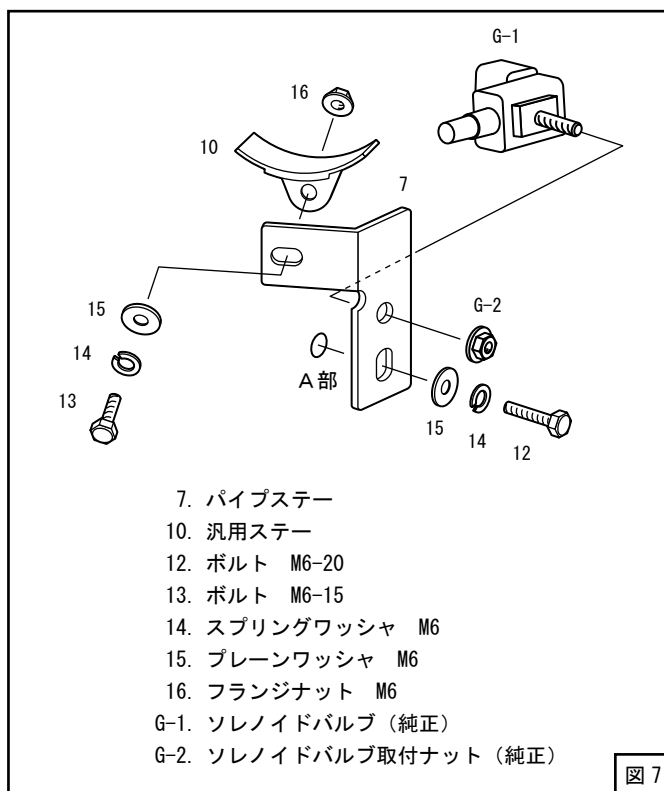

図7
- (1) A部のボルトを外し、パイプステー、汎用ステーを仮付けしてください。(図6、図7、図8)
- (2) 純正ナットを使用してパイプステーに純正ソレノイドバルブを取付けてください。(図7、図8)